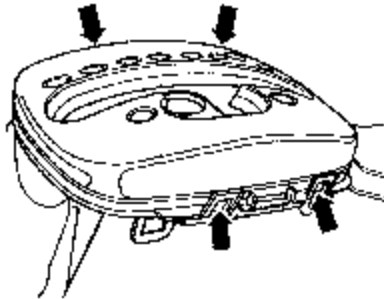

图 8-15 拆卸 Tiptronic 开关盖板
- ①拆下副仪表板和加长部分。
- ②拆下变速杆上把手。
- ③用螺丝刀小心地挑开 4 个固定卡，向上拆下盖板，如图 8-15 所示。固定卡损坏或者折断时，必须更换相应的元件。